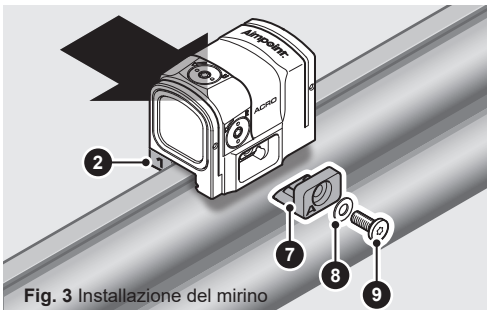

Fig. 3 Installazione del mirino
- a Installare la piastra di base del supporto (2) (**1 / 2 / 3 / 4**) nel mirino.
- b Assemblare la piastra di base di bloccaggio (7) (**A / B / C / D**), la rondella (8) e la vite (9) e installarle sul mirino (non stringere completamente la vite).
- c Posizionare il mirino sulla bindella del fucile. Premere contro il lato sinistro del mirino (vedere la freccia nella fig. 3) contro la bindella del fucile e stringere la vite (9) utilizzando lo strumento (10D) fino a quando non è completamente stretta (MAX. 3 Nm di coppia). Accertarsi che la piastra di base di bloccaggio (7) sia installata in modo parallelo all'alloggiamento del mirino.